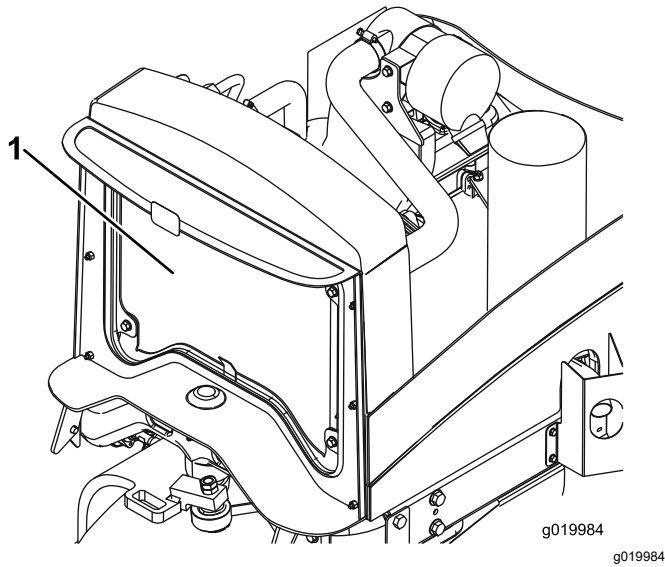

図 62
4. ラジエーターの裏表を圧縮空気で丁寧に清掃する図 62。